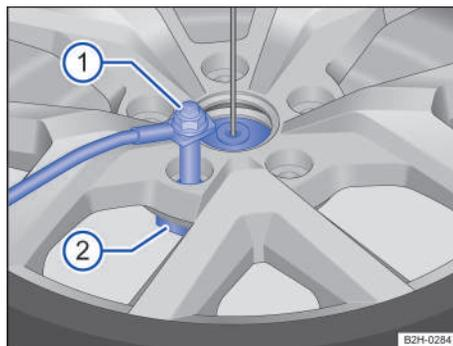

Fig. 198 Rueda de repuesto o de emergencia: soltar el tornillo de seguridad.
- ① Tornillo de seguridad
- ② Soporte para llantas
3. Con la llave de rueda, desenrosque el tornillo de seguridad del soporte para llantas en el sentido contrario al de las agujas del reloj → fig. 198 ①.